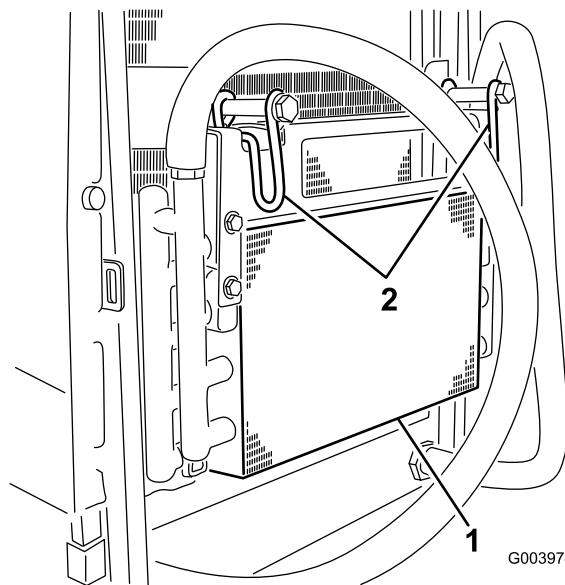

图 101
7. 向内旋转 2 个油冷却器搭扣然后倾斜油冷却器 图 101。